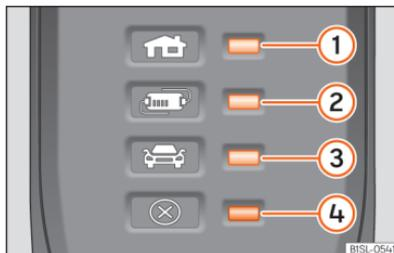

Abb. 65 Am Ladekabel für Netzsteckdosen: Kontrollleuchte in der Schutzeinrichtung.
»» (Abb. 65):
Durch die elektronische Schutzeinrichtung »» (Abb. 65) ist der Ladestecker so lange stromlos, bis er in die Ladedose des Fahrzeugs eingesteckt wird.
Eine oder mehrere Kontrollleuchten »» (Abb. 65) 1, 2 oder 3 leuchten grün.
Hinweis »» (Abb. 65)	Bedeutung
Hinweis »» [Abb. 65]	Bedeutung
①, ④ blinken	Der Hausstecker hat sich stark erhitzt.
②, ④ blinken	Die Schutzeinrichtung hat sich stark erhitzt.
Wenn der Ladevorgang mit einem geringeren Ladestrom fortgesetzt wird, blinkt abgesehen von der Betriebsanzeige die Warnleuchte »» [Abb. 65] ④ rot.
- Sollte es wieder zu einer Abschaltung oder Verringerung des Ladestroms kommen und die Ursache hierfür nicht mit einer externen Wärmequelle in Verbindung stehen, ist darauf zu achten, welche grüne Kontrollleuchte blinkt »» [Abb. 65]. Zur Überprüfung des Ladeka-
Wenn die rote Warnleuchte ④ blinkt oder leuchtet, ohne dass gleichzeitig eine der Kontrollleuchten »» [Abb. 65] ①, ② oder ③ die Betriebsanzeige dauerhaft leuchtet, liegt eine Störung vor.